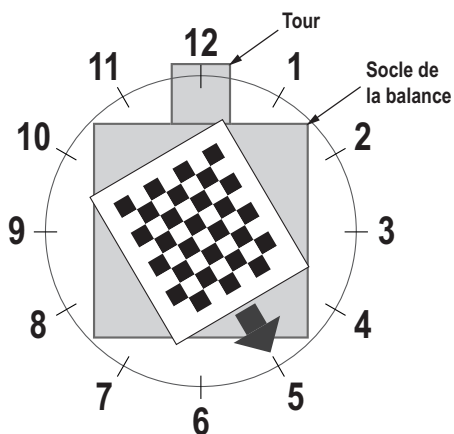

Figure 5-6. Tournez à 5 heures.
7. Alignez l'objet d'étalonnage de sorte que les réticules soient centrés. Tournez l'objet d'étalonnage à 5 heures, la tour étant à 12 heures (Figure 5-6).